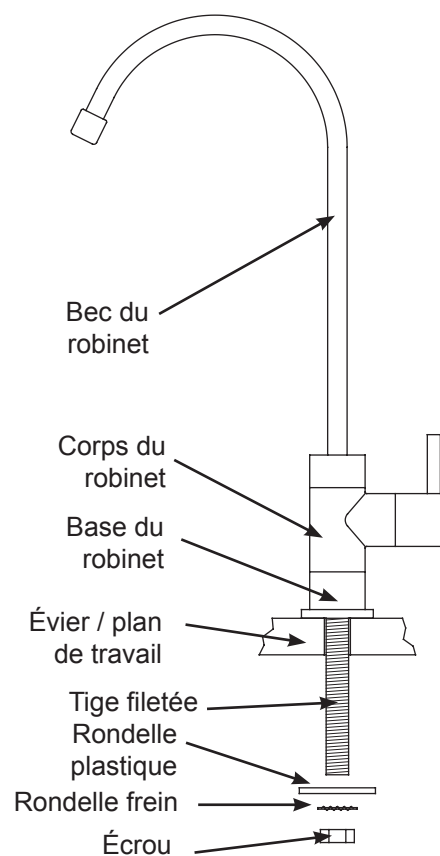

FIG. 12
1. Identifiez et organisez les différents éléments qui composent le robinet. Cf Fig. 12.
2. Assemblez le robinet, sa base et sa tige comme illustrer dans la Figure 12.
4. Installez la rondelle en plastique, la rondelle frein et l'écrou sur la tige filetée, dans l'ordre indiqué dans les Figures 12 et 13. Ne pas serrer excessivement l'écrou.